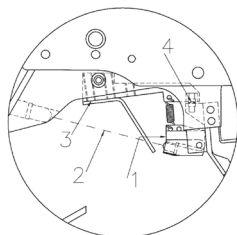

FIG.3
Refermer le levier d'armement (1) en faisant attention à que le doigt utilisé pour la languette de détente ne soit pas dans le rayon d'action du capteur optique (Fig. 3 détail 2, ligne des capteurs optiques). Le non respect de cette mesure de sécurité pourrait occasionner le départ involontaire du coup. En phase de fermeture de l'obturateur avec un réglage du décrochage sensible, des minimales vibrations peuvent déclencher le fonctionnement du système électronique et le coup départ.
Positionner le doigt sur la languette de détente en s'assurant que le doigt soit bien dans le champ d'action du capteur optique (Fig. 3 détail 2, ligne des capteurs optiques).
## 3. RÉGLAGE DE LA DÉTENTE (FIG. 3 ET FIG. 5)
Autour des contacts de la détente et des capteurs optiques (Fig. 3 position 4), de la poussière peut se déposer. Elle peut être facilement enlevée en utilisant un jet d'air sec.